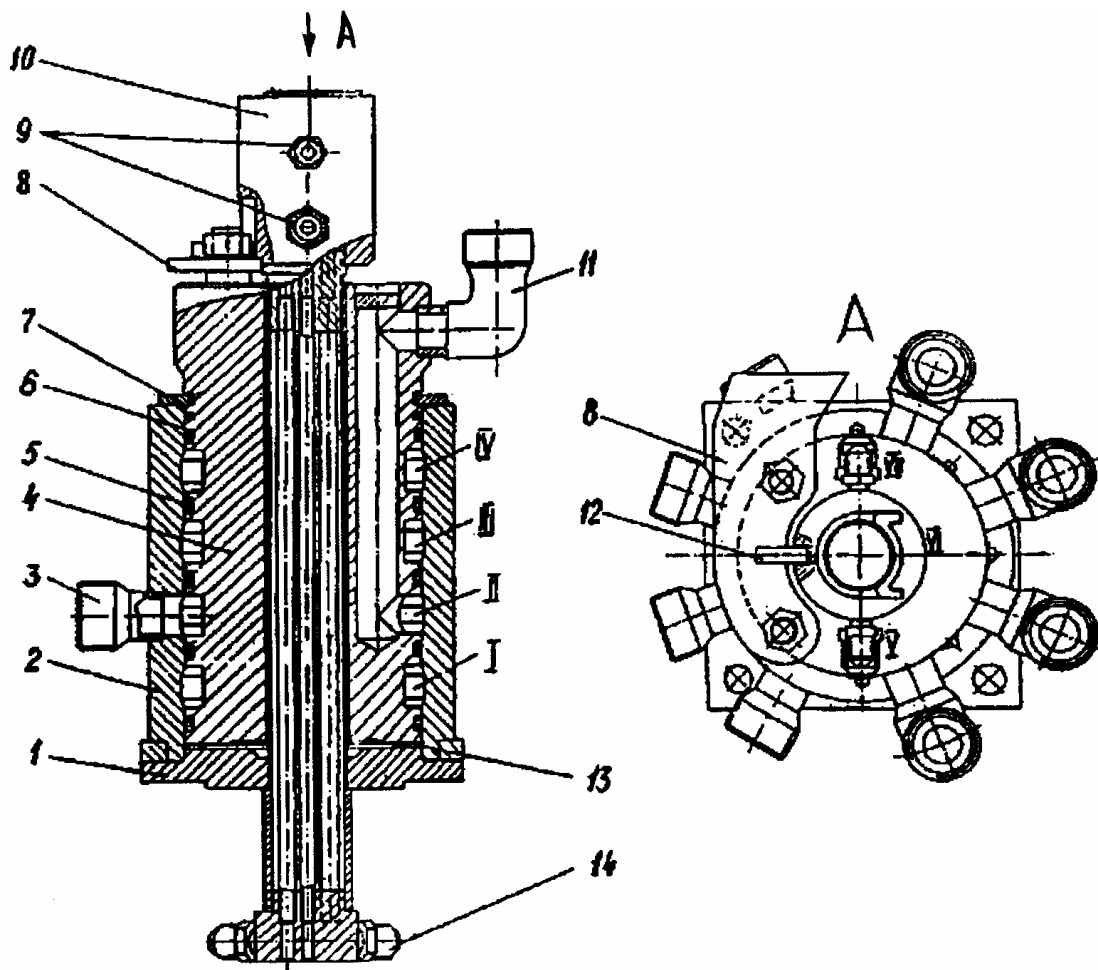

Рис. 36 Центральный коллектор
5. ЦЕНТРАЛЬНЫЙ КОЛЛЕКТОР (рис. 36)